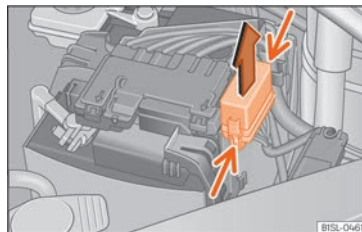

Fig. 46 Dans le compartiment moteur : cache du boîtier de fusibles.
- Appuyez sur les languettes de verrouillage pour déverrouiller le cache du boîtier à fusibles »» fig. 46.